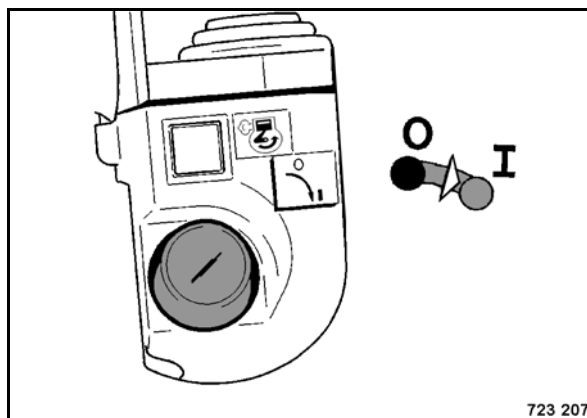

Рис. 77
- Включить зажигание (Рис. 77).